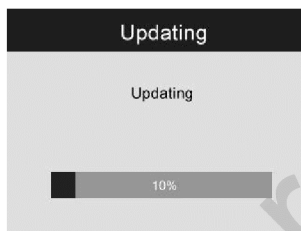

Рис. 26
- 4) Нажать кнопку **Power (Питание)** для включения прибора и затем нажать кнопку **UP (Вверх)** для входа в меню обновления программного обеспечения, выбрать **YES (Да)**, чтобы обновить программу (рис. 26).